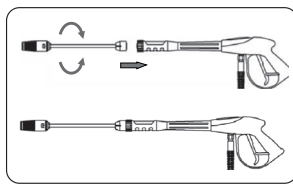

FIGURA 8.7
5. Conecte la boquilla de pulverización al conjunto anterior (Figura 8.7).